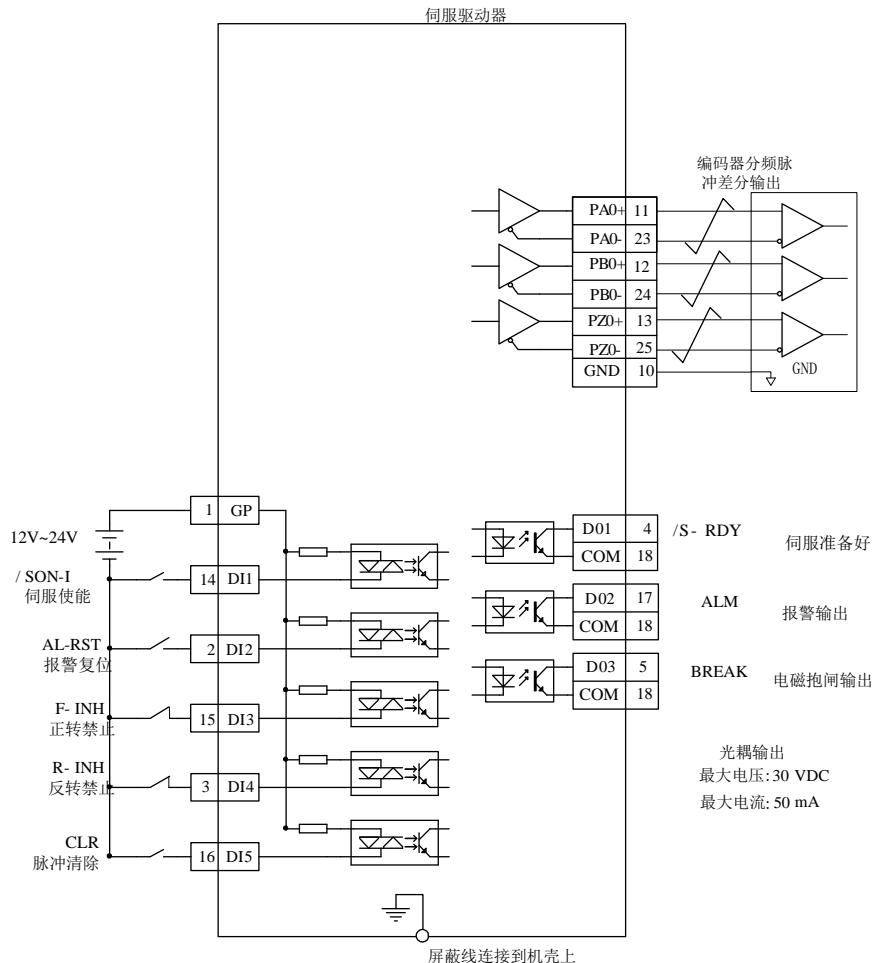
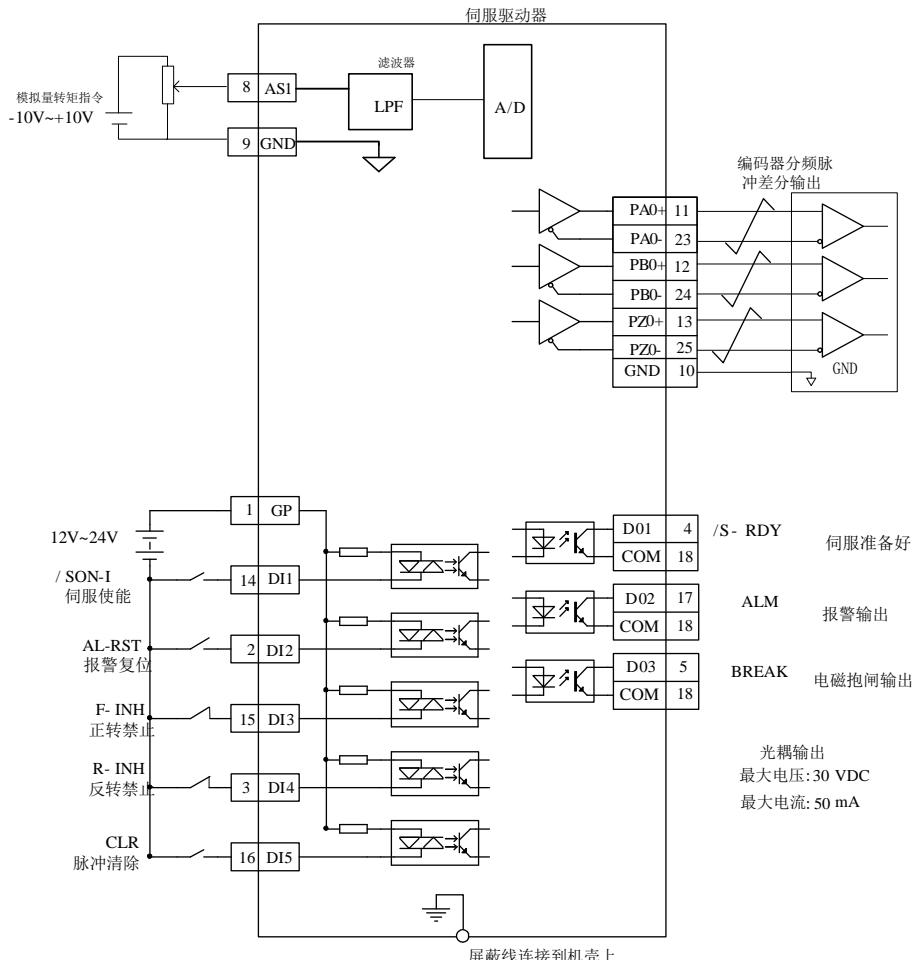

图 6.3.2 内部寄存器转矩模式典型接线图
图 6.3.3 模拟量器转矩模式典型接线图
- ★ 参考图 6.3.2 或图 6.3.3 的配线说明，进行 DI/D0 信号的连线；